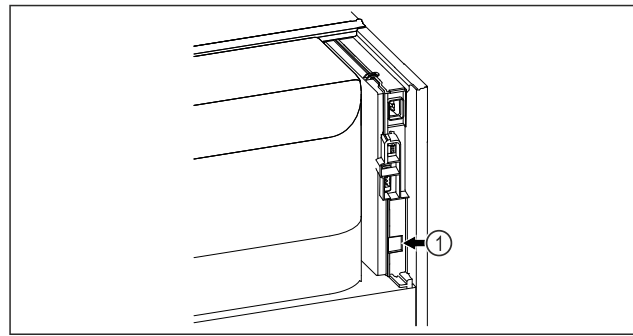

Fig. 47
- SmartModule Fig. 47 (1) встановлено.